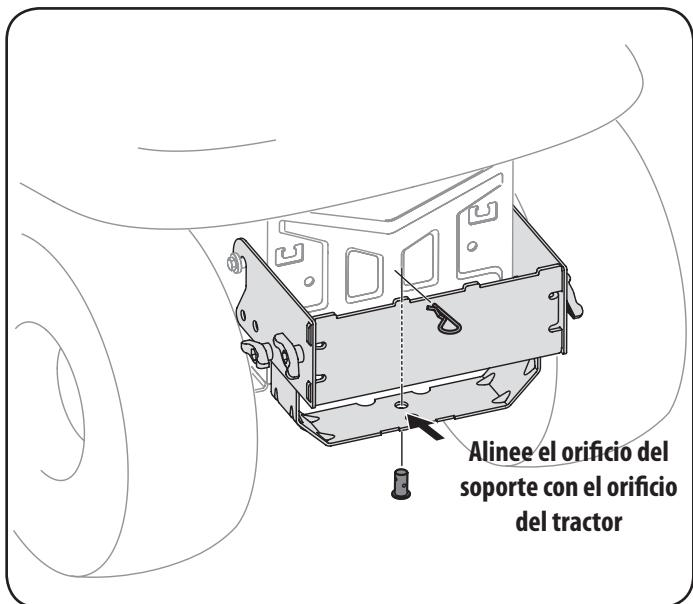

Figura 9
- Instale el pasador de horquilla (711-0309A) del paquete de herramientas 689-00312 en el enganche del tractor y fije con un sujetador de horquilla (714-0117). Consulte la Figura 9.